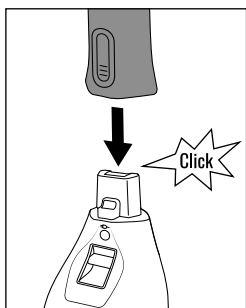

Fig. 1
- ◆ Inserte cuidadosamente el mango largo ② en la unidad motriz ⑧ hasta que encastre audiblemente (consulte la fig. 1).